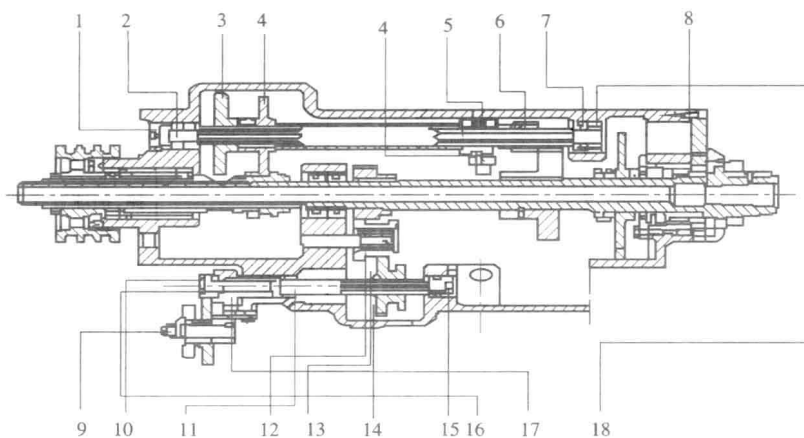

图 1.6 床头箱装配图
本任务是修理如图 1.6 所示的床头箱。
1. 床头箱的拆卸(见图 1.6)
①用内六角扳手卸下床头箱顶盖螺钉,并将顶盖卸下。用特制内六角扳手将主轴箱内两个内六角螺钉卸下,用呆扳手将主轴箱下面前、后两个外六角螺钉卸下。用呆扳手将挂轮架固定螺母松开,将挂轮架与齿轮 16 脱开。用十字螺丝刀卸下螺钉 10 及垫圈,卸下齿轮 16,用吊车将床头箱吊至平台。
②按子任务二将主轴拆卸。
③用拉卸工具将堵头 1 卸下,用铜棒作垫将花键轴 2 向床头方向敲击,取出堵头 18。用冲子将轴承 7 卸下,将轴 2 组件从箱体中取出。用螺丝刀卸下齿轮 3 及拨块 4 的锥端紧定螺钉,并将 3 和 4 从套中卸下。用螺丝刀将齿轮 6 的锥端紧定螺钉 5 卸下,并卸下齿轮 6,将花键轴 2 从套中抽出来。
④在箱体内部,用冲子将轴 13 冲下,在虎钳上卸下齿轮 12 内孔孔用挡圈,用冲子将齿轮 12